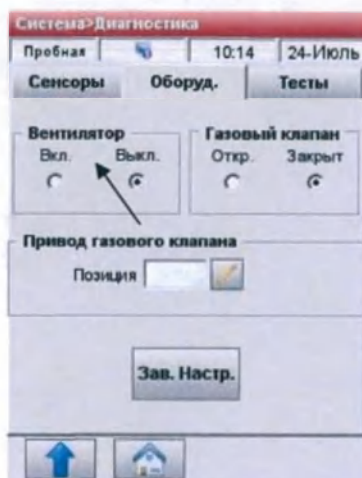

Рис.8-8 Вентилятор
- Нажмите кнопку <Вкл.> под <Вентилятор>, чтобы начать тестирование (Рис.8-8).